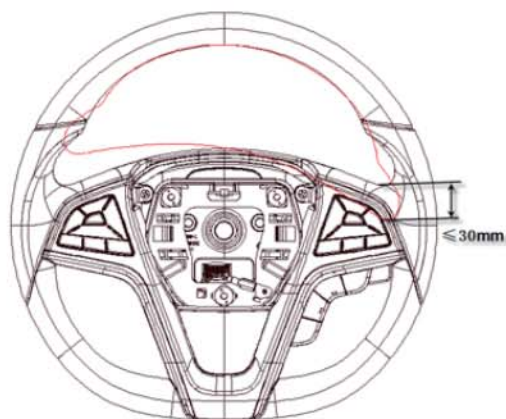

图 3-7 转向盘自由行程检查
2) 向左或向右轻轻转动转向盘, 检查转向盘的自由行程。如图3-7所示, 转向盘最大自由行程不大于30mm。如果自由行程超过最大值, 需检查转向系统。